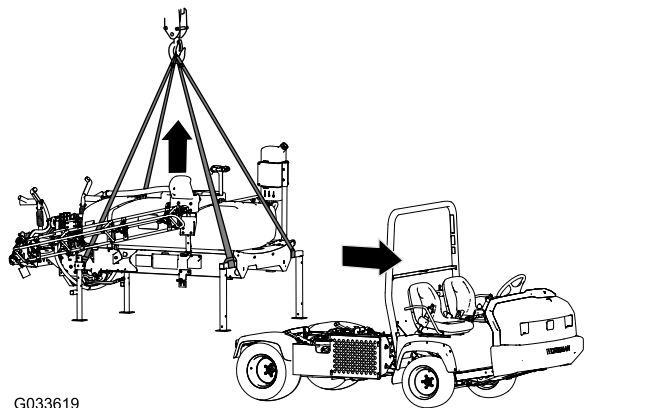

図 132
1. ブームを45°程度の角度にし、次に、前方に折りたたむ 図 132。
5. 前側ジャッキスタンドの水平チューブと、後側ジャッキスタンドの垂直柱部分にクレーンを接続する 図 132。
7. クレーンでタンクスキッドを吊り上げるスキッドをぶつけないように十分高く吊ること 図 132。